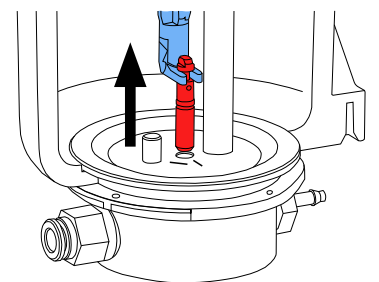

Рис. 12
- Дозирующее сопло вытянуть с помощью инструмента (Рис. 12).